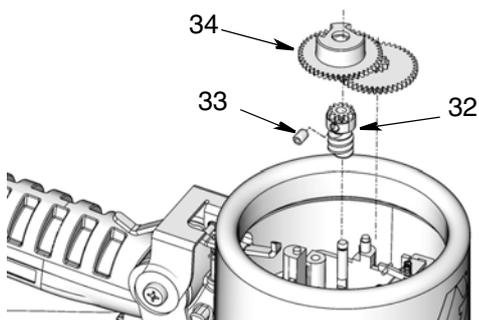

FIG. 32
2. Instale los engranajes (32, 34). Utilice una llave hexagonal de 2 mm para apretar el tornillo de fijación del engranaje (33). (FIG. 32).